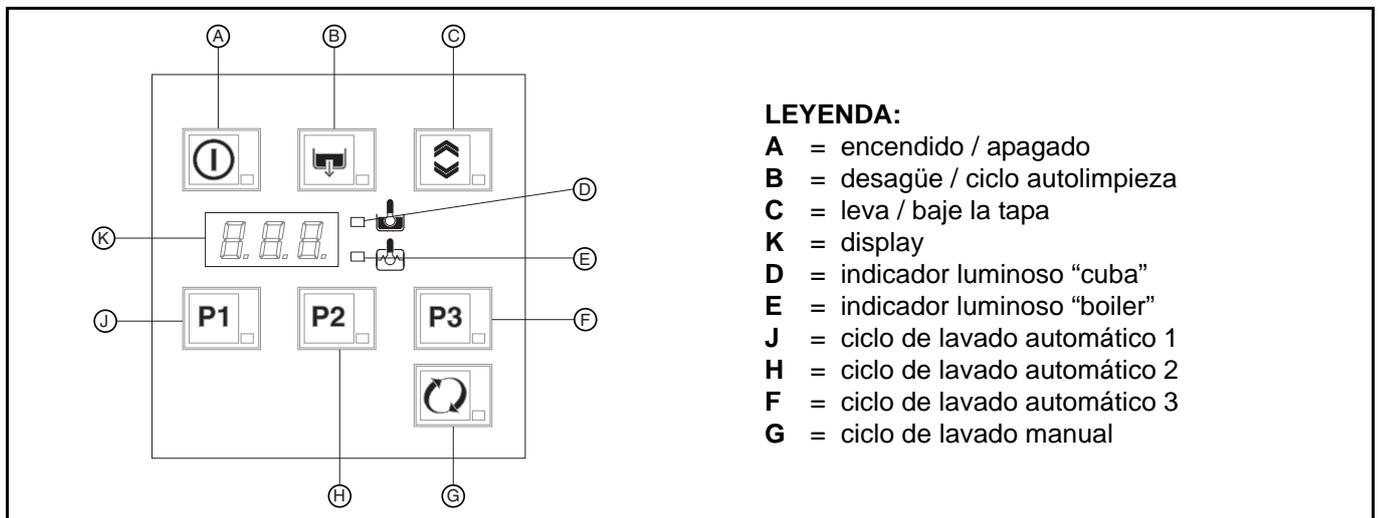

Fig. 12
- Abrir la tapa pulsando el botón de apertura/cierre "C" (Fig. 12) o las teclas que se encuentran sobre la capota (ver teclas "P" - Fig. 1.a y Fig. 1.b). Verificar si todos los componentes están bien instalados.
Se enciende la luz piloto del botón "A" (Fig. 12) que indica que el lavavajillas está bajo tensión y está cargando y calentando el agua. Durante toda la etapa de llenado y calentamiento en el display se visualiza "FILL":
Para visualizar la temperatura del boiler durante el calentamiento de la cuba, levante la tapa y oprima el botón "J" (Fig. 12).
Para vajillas poco sucias oprima el botón "J" (Fig. 12) (véase tabla de los tiempos).
Para vajillas con suciedad normal oprima el botón "H" (Fig. 12) (véase tabla de los tiempos).
Para vajillas muy sucias: oprima el botón "F" (Fig. 12) (véase tabla de los tiempos).
Para vajillas muy sucias con residuos secos, vajillas de forma particular o por exigencias específicas del usuario: pulse el botón "G" (Fig. 12) que corresponde a un lavado continuo hasta que el operador no selecciona un ciclo automático.
- Seleccione el ciclo de desagüe oprimiendo el botón "B" (Fig. 12).
- Apague el lavavajillas oprimiendo el botón "A" (Fig. 12).